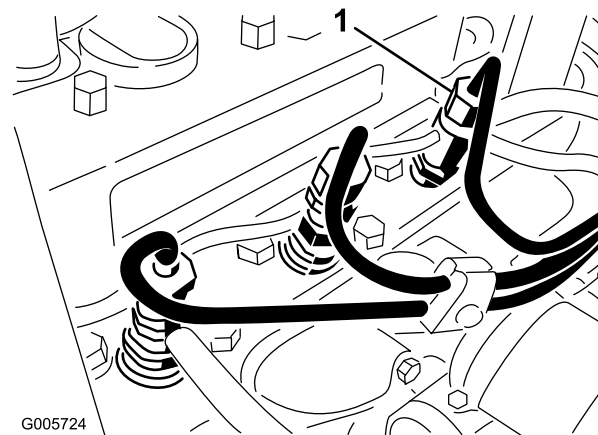

Figure 48
1. Desserrez le raccord entre l'injecteur N° 1 et le porte-injecteurs sur la pompe d'injection (Figure 48).